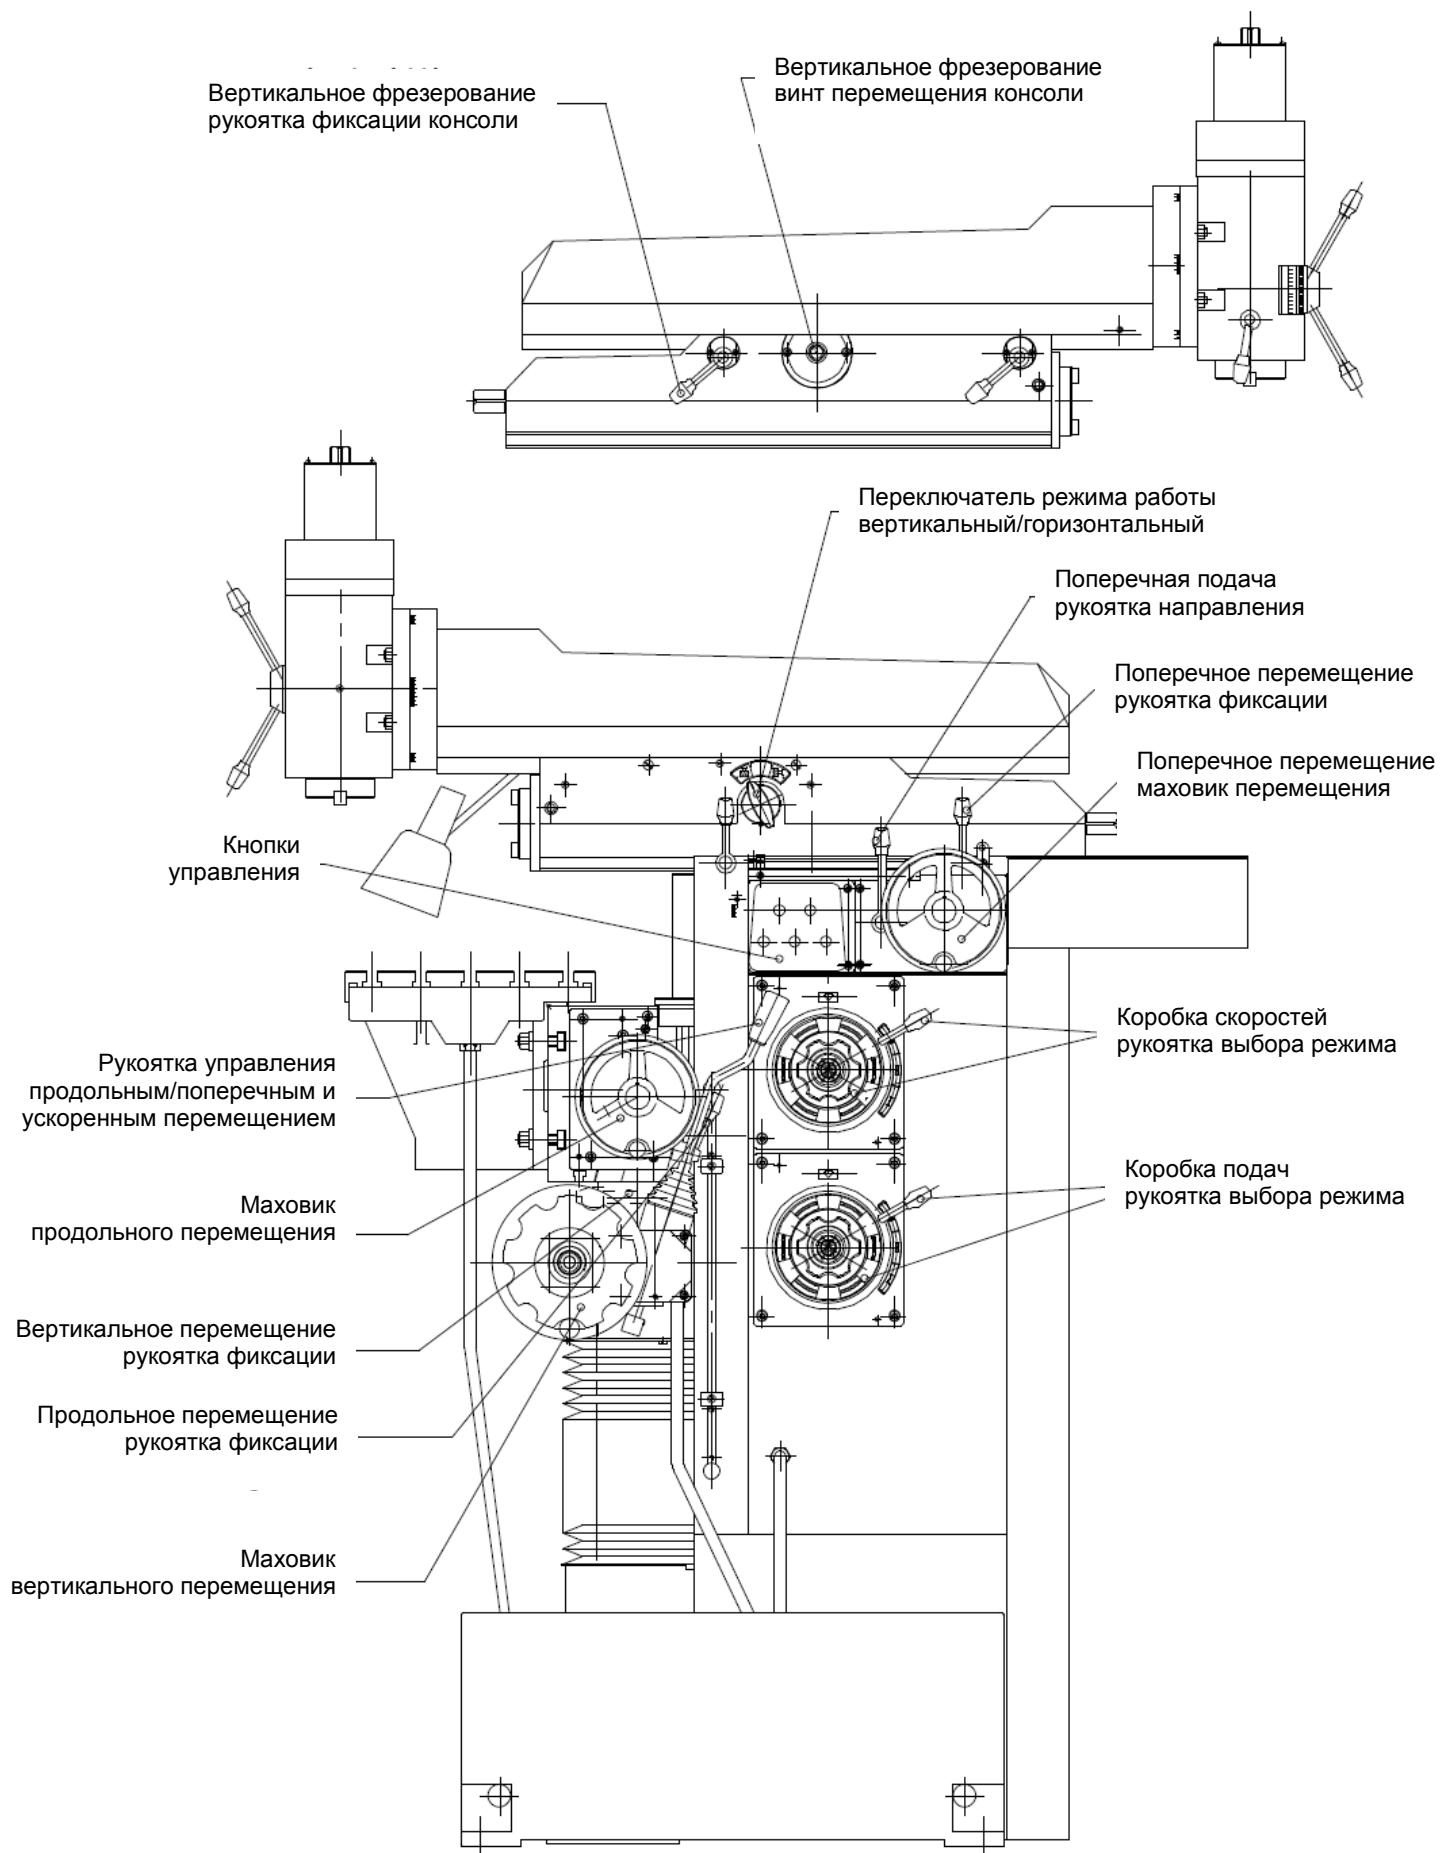

Рис. 12 Органы управления
9.3 Проверьте: Положение различных рычагов, нажмите кнопки и выключатели для проверки их соответствия изображеному обозначению (См. Рис. 12).